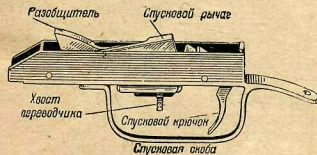

Рис. 13. Спусковая коробка со спусковым механизмом
9. Спусковой механизм (рис. 13) служит для ведения одиночного и автоматического огня. Он состоит из спусковой коробки, переводчика, гнетка переводчика, спускового рычага с пружиной, спускового крючка с пружиной, гнетка спускового крючка с пружиной, разобщителя и основания разобщителя.
Спусковая коробка (см. рис. 13) служит для помещения в ней спускового механизма. Она имеет: а) **передние выступы** для соединения с затворной коробкой; б) **отверстия** для осей спу-